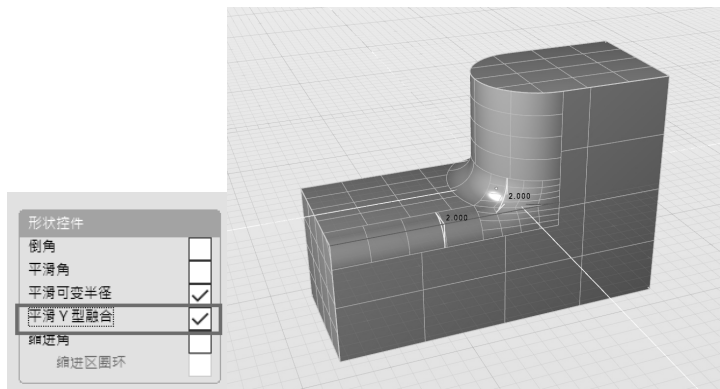

图 4-165 勾选“平滑 Y 型融合”复选框 (左) 及运行结果 (右)
- 3) 保持对象处于选中状态，在控制面板中，在“形状控件”参数下勾选“平滑 Y 型融合”复选框，随后单击“运行 (Alt+G)”按钮执行此操作，获得效果如图 4-165 所示。